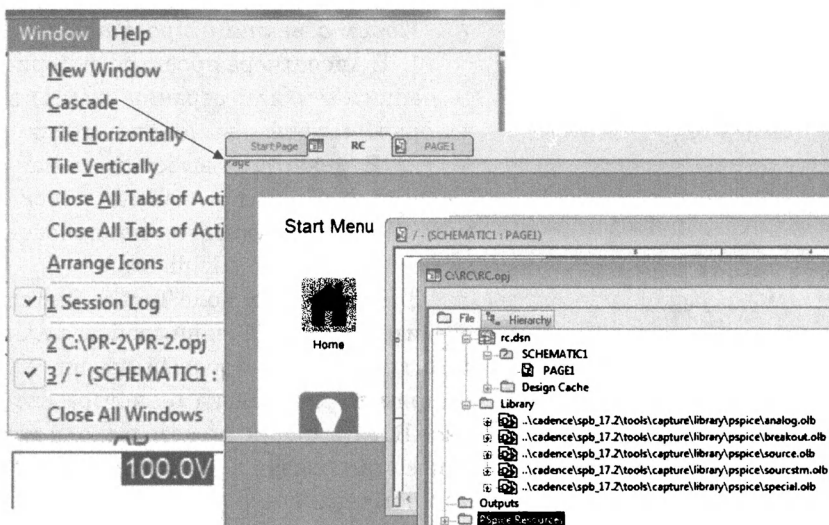

Рис. 1.48. Каскадное расположение окон
**Работа с несколькими окнами.** В Capture каждый документ, который вы открываете, находится в отдельном окне. Вы можете открыть столько окон, сколько позволяют ресурсы вашего компьютера. Например, если вы хотите работать с тремя страницами схемы или тремя частями, каждая открывается в своем собственном окне. Если вы работаете одновременно с несколькими проектами, каждый из них открывается в своем окне менеджера проекта (рис. 1.48). Изменения применяются только к текущей выбранной панели инструментов. Все открытые документы — это окна с вкладками. Вы можете щелкнуть правой кнопкой мыши на вкладке, чтобы восстановить, свести к минимуму, максимизировать, сохранить или закрыть окна. Вы также можете щелкнуть правой кнопкой мыши по строке заголовка журнала сеанса и Project Manager, чтобы установить их как прикрепленные, плавающие или дочерние окна.